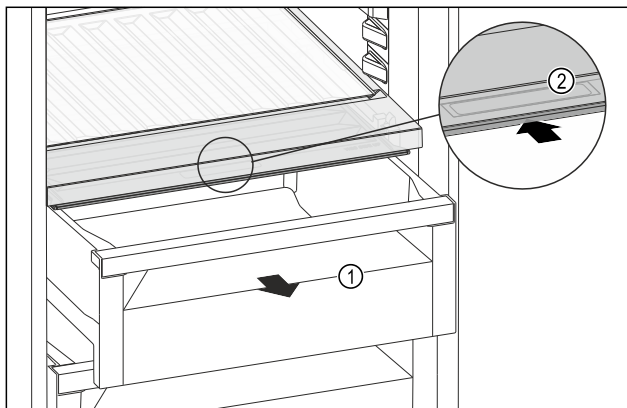

Fig. 139
- Извлеките выдвижной ящик Fig. 139 (1).
- Возьмитесь за утопленную ручку Fig. 139 (2) на крышке отделения и одновременно введите крышку отделения назад.